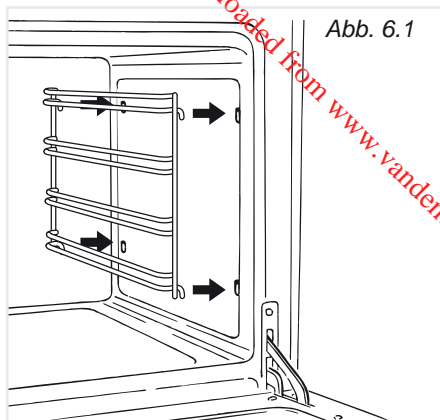

Abb. 6.1
- Hängen Sie die Seitenhalterungen in die Löcher der seitlichen Innenwände des Backofens ein (Abb. 6.1).